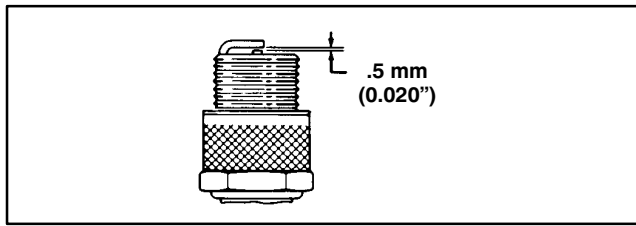

Figure 21
3. Régler l'écartement de l'électrode à 0,5 mm (0,020 pouce) (fig. 21). Installer la bougie ainsi préparée et le joint d'étanchéité. Serre à un couple de 19 N·m (14 pieds-livres).